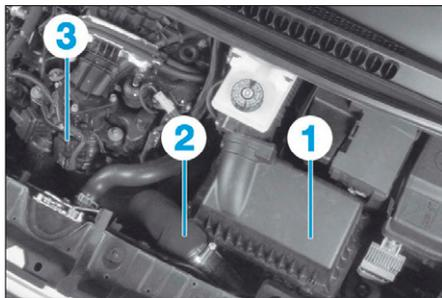
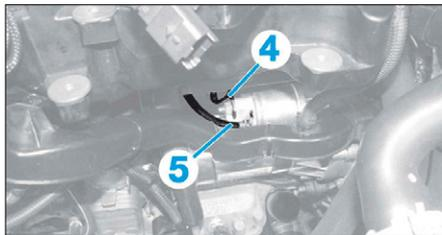
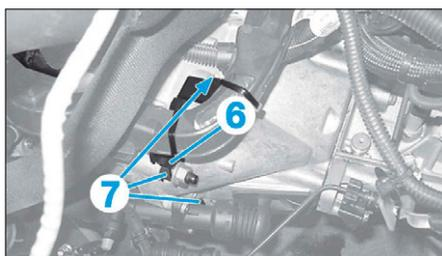

FIG. 14
FIG. 15
FIG. 16
- le boîtier de filtre à air (1) (Fig.14),
- le conduit d'air (2),
- le boîtier doseur (3).
- le câble d'alimentation (4) (Fig.15),
- l'excitation (5).
- le support faisceau (6) (Fig.16),
- les vis (7),